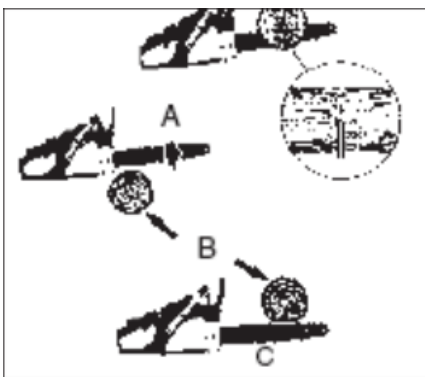

Abb. 3
- (Fig. 3) Placez la chaîne de scie neuve sous forme de boucle et serrez tous les maillons. Les maillons gouges doivent être orientés dans le sens de rotation de la chaîne. S'ils sont orientés dans le sens inverse, retournez la boucle.
Les réactions de poussée et de tension (rebond de pincement) (Fig. 3)